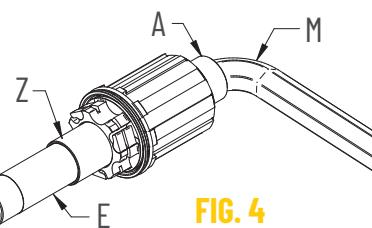

FIG. 4
- Inserite una chiave a brugola da 12 (M) sul lato destro del mozzo (Fig. 4).
- Con l'ausilio di una chiave tradizionale (N), svitate lo scontro (O).
- Sfilate il perno del mozzo posteriore con il corpo ruota libera (E).